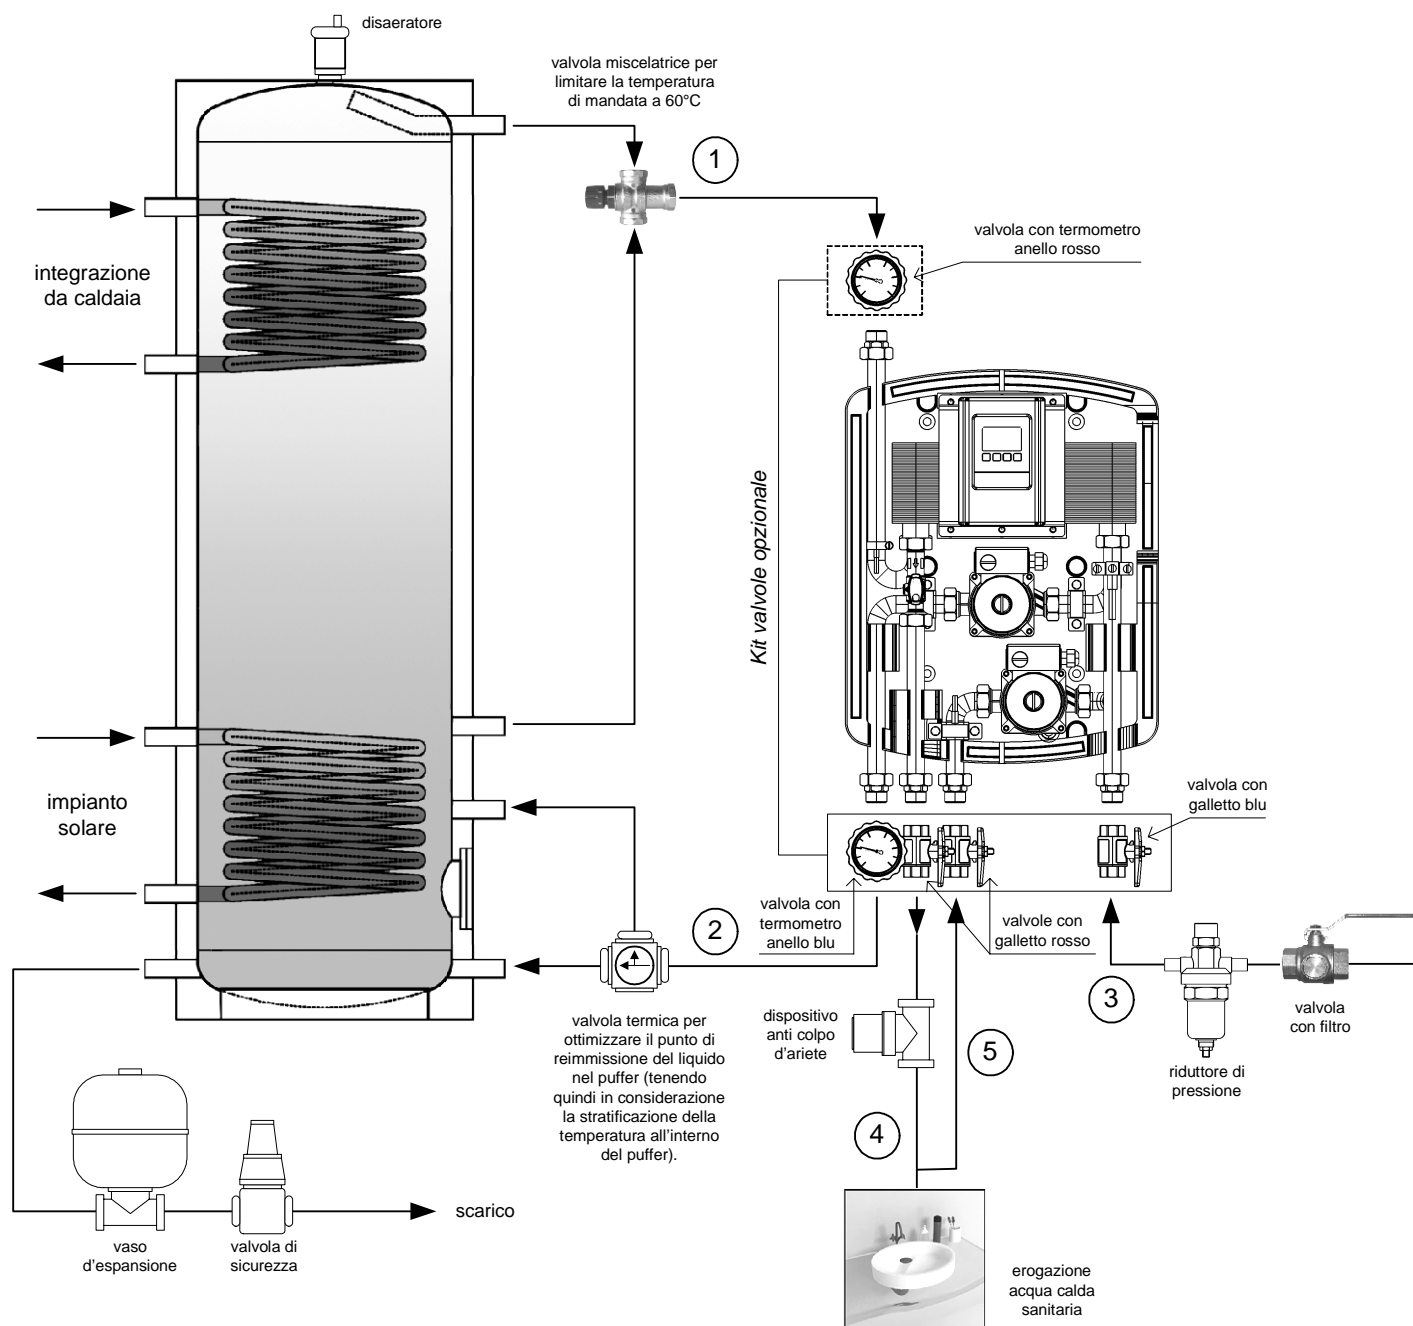

Fig. 1 **NOTA:** in questo schema sono rappresentati dei componenti idraulici non forniti ma che consigliamo di installare.
4. - Montare il kit valvole (opzionale) secondo quanto rappresentato in Fig.1;
La temperatura nel puffer deve essere almeno di 5 K superiore a quella sanitaria desiderata. Differenziali di temperatura superiori consentono di prolungare il tempo di spillamento. Non superare comunque la temperatura di 70°C (mandata puffer) per evitare fenomeni di deposito calcareo nel lato secondario dello scambiatore a piastre; eventualmente inserire una valvola miscelatrice termostatica (Fig. 1).
Il ritorno puffer può essere deviato inserendo una o più valvole termiche tarate diversamente in modo da ottenere un'efficace stratificazione (Fig. 1).